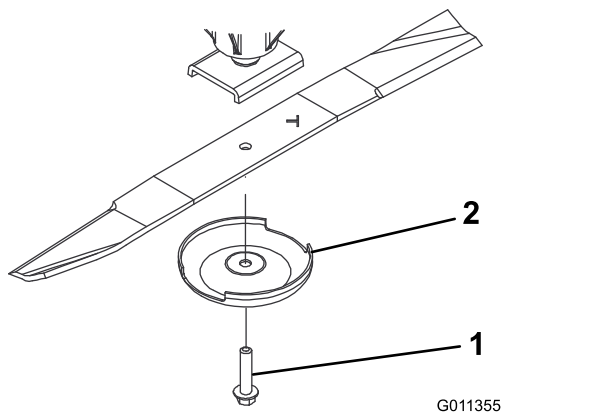

Figura 73
- Retire del eje de la cuchilla el perno de la cuchilla, el protector de césped y la cuchilla (Figura 73).